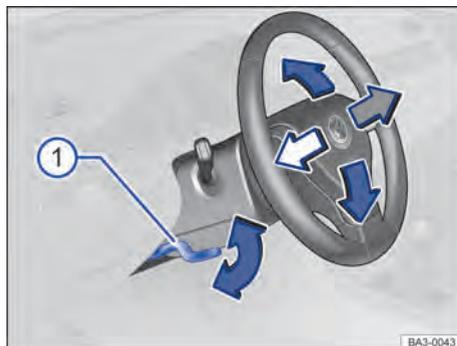

Fig. 63 Embaixo e à esquerda do volante junto com o revestimento da coluna de direção: alavanca de ajuste da posição do volante.
- Empurrar a alavanca para baixo segurando-a pelo seu manípulo → Fig. 63 ①.